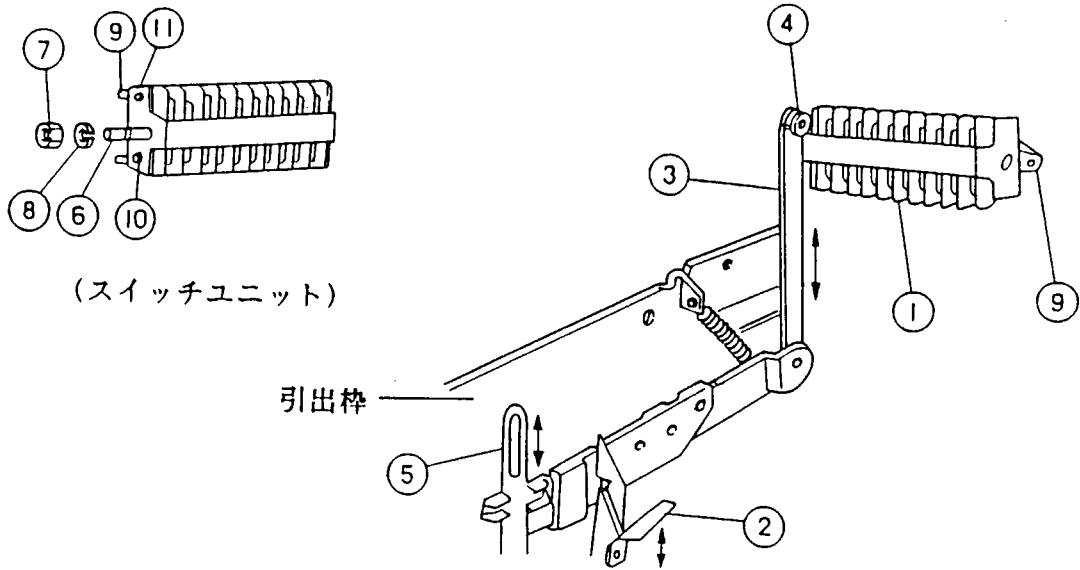
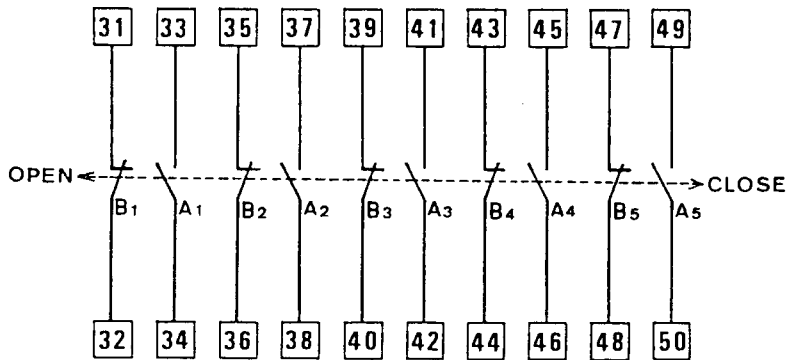

図55. 補助スイッチ外観図
図56. 接点回路構成図
手順（SHEET NO.63 図55、図56参照）
- (6)新しい補助スイッチユニットのシャフトを操作アームの角穴に合わせて、はめ込んで下さい。
- (7)サポート取付ねじ（M5×8）3本を締付けて下さい。
- (8)シャフト連結用ナット（M4）1個を締付けて下さい。
- (9)次の方法で、導通テストを行い、異常のないことを確認して下さい。
ロックレバー（図55②）を手で下げてロックを解除し、操作スライド板（図55⑤）を手で上下させて、各スイッチをテスターで確かめる。
- (10)（2）項で取外した電線を正しく補助スイッチ端子に結線して下さい。
- (11)遮断器を引出枠に挿入し、「接続位置」で正しく動作することを確認して下さい。